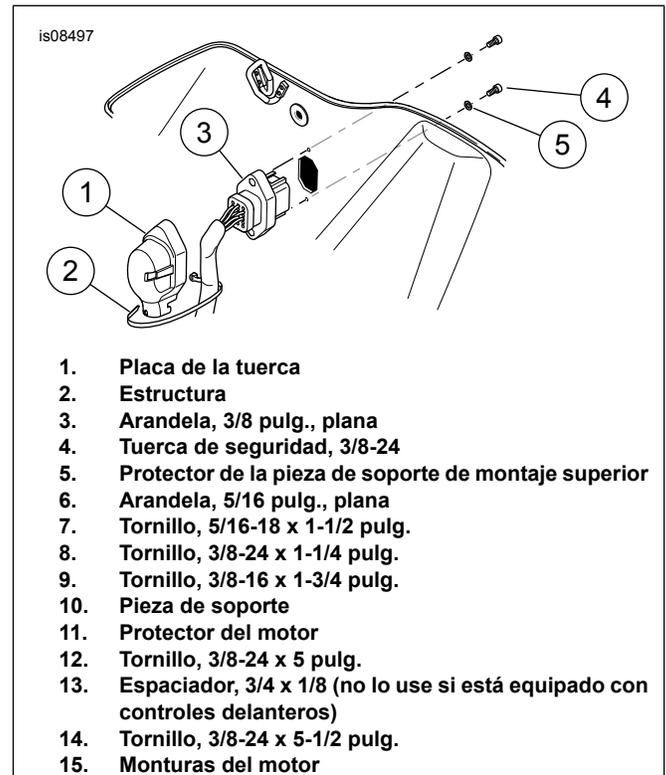
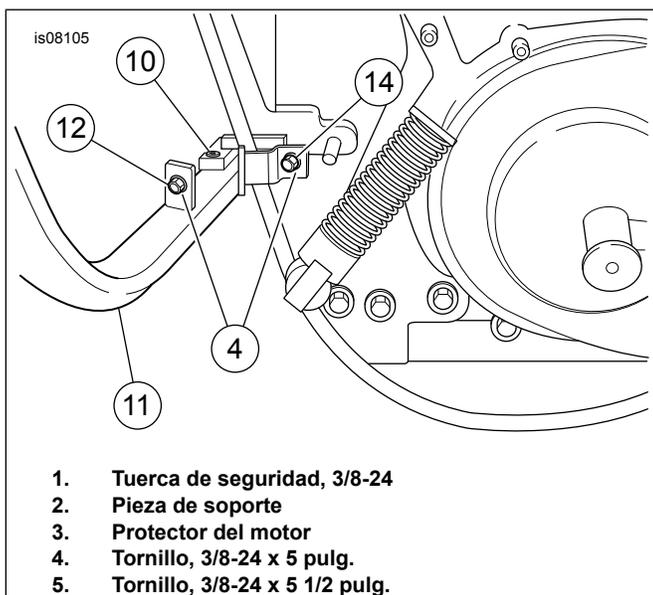

Figura 1. Desarmado/instalación (modelos con alternador)
Figura 2. Posiciones de los elementos de sujeción – modelos de finales de 1984 y posteriores
1. Vea Figura 1. Desde la parte inferior del cabezal de dirección extraiga los tornillos (7, 8 o 9) y la arandela plana (6). Deseche los tornillos y la arandela originales.
3. Vea Figura 1 y Figura 2. Coloque la arandela (3) en el tornillo de 5-1/2 pulg. de largo (14). Inserte el tornillo (14) a través de una montura del motor, a través del espaciador (13) (a no ser que el protector del motor se esté instalando en un vehículo equipado con controles delanteros, en cuyo caso, NO USE EL ESPACIADOR), a través del extremo descentrado de la pieza de soporte (10) y (con el descentramiento grande hacia el lado del soporte de estacionamiento del vehículo) a través de la otra montura del motor. Coloque la arandela (3) suministrada en el kit en el extremo del tornillo (14) y asegúrela con la tuerca de seguridad (4). Asegúrese de que la pieza de soporte no comprima el cableado. En los modelos de 1986 y posteriores, asegúrese de que la pieza de soporte no haga contacto con el interruptor de la presión de aceite.
4. Vea Figura 1. Coloque la pieza de soporte de montaje superior del protector del motor (11) debajo del cabezal de dirección.